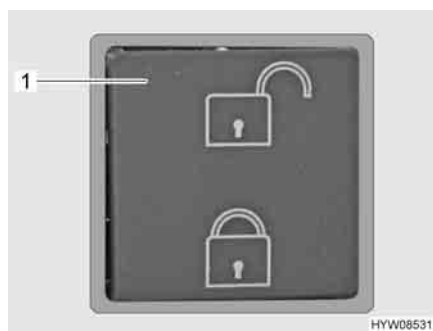

Fig. 74 Interruttore chiusura centralizzata per cassetti
- Premere la metà superiore del tasto (Fig. 74,1). I cassetti del blocco cucina sono sbloccati.
- Premere la metà inferiore del tasto (Fig. 74,1). I cassetti del blocco cucina sono bloccati.